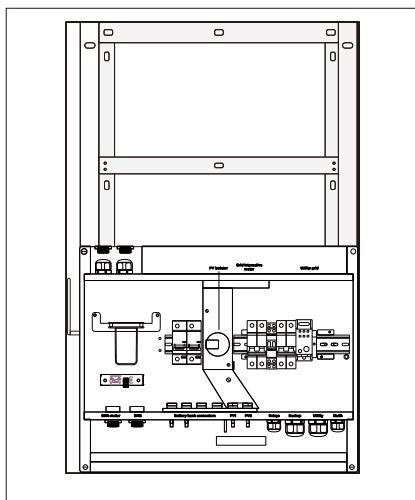

图6: 安装BoS
将挂装件固定在墙上之后, 抬起BoS挂在两个安装挂钩上。确保BoS已完全卡住两个挂钩, 如图6所示。
- 将 BoS 放在挂装件上后, 抬起逆变器并将其放在 BoS 上, 使正负连接器啮合并锁定, 如图 6 所示。